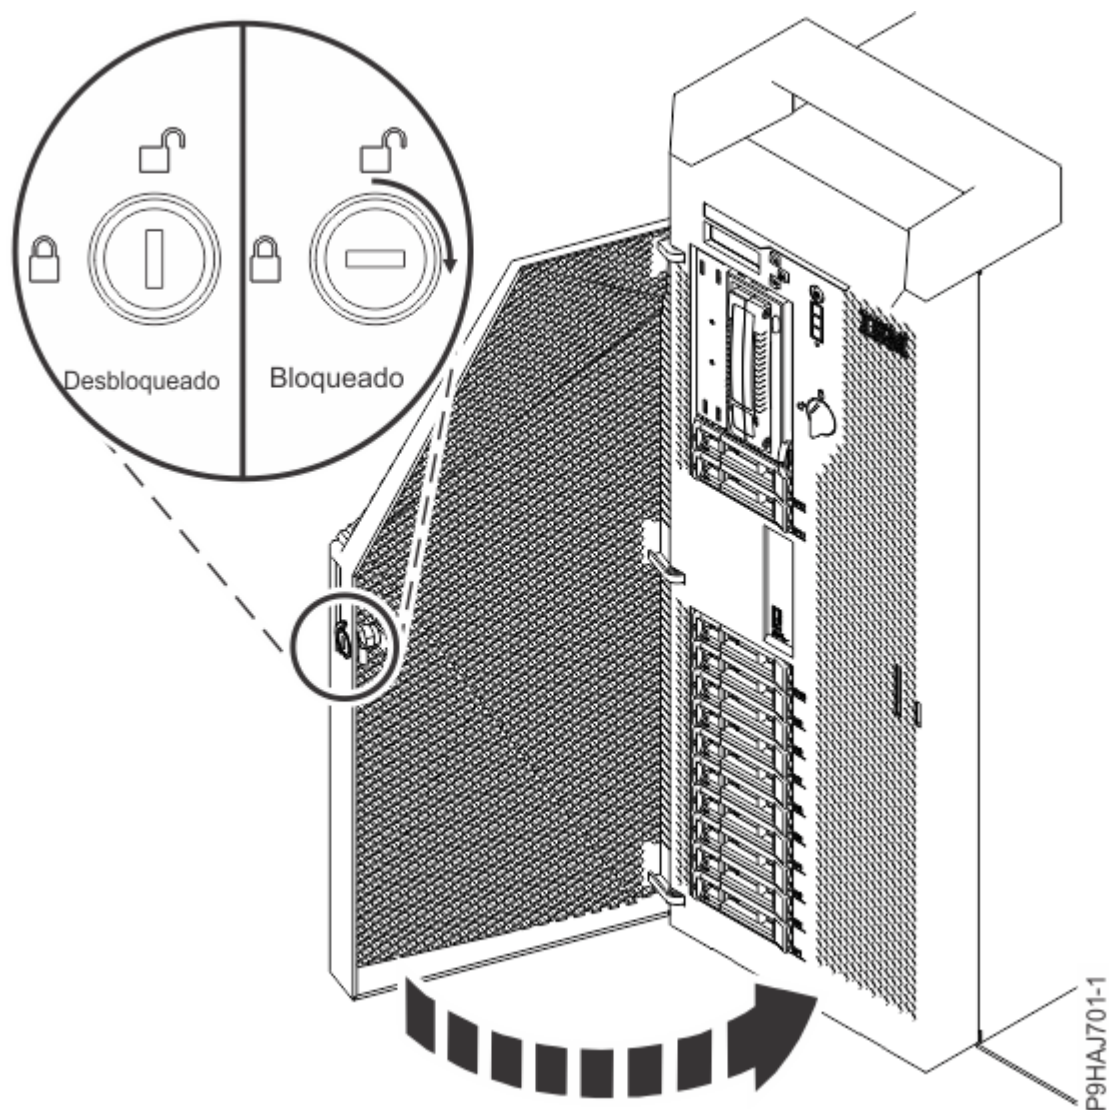

Figura 15: Bloqueando a porta frontal
- e) Feche a porta frontal. Insira a chave da porta frontal na fechadura, como mostrado na Figura 15 na página 18. Gire a chave para a direita (sentido horário) para bloquear a porta. A horizontal está bloqueada; a vertical está desbloqueada.